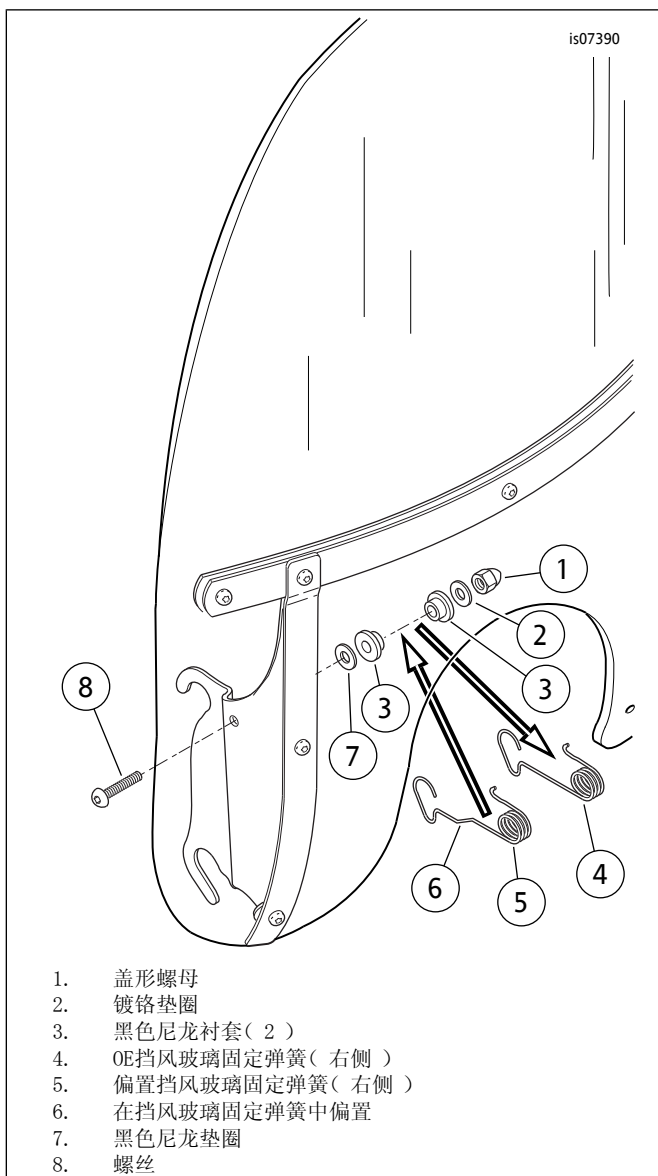

图3。为安装辅助灯支架而改装挡风玻璃
- a. 参见图3。从一个挡风玻璃安装架拆下盖形螺母(1)、镀铬垫圈(2)和黑色尼龙“顶部帽形”衬套(3)。拆下挡风玻璃固定弹簧(4)。黑色尼龙垫圈(7)和第二个“顶部帽形”衬套(3)可保留在螺丝(8)螺纹上的适当位置。